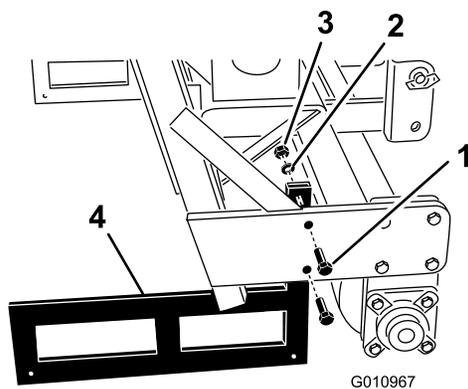

Рисунок 33
2. Снимите болты и гайки, которые крепят подставки на обоих концах аэратора (Рисунок 33).